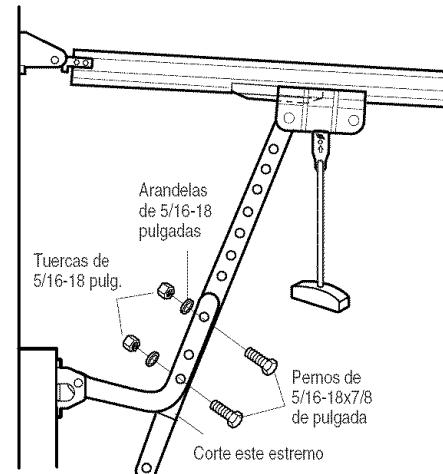

Figura 3
- Figura 3, Opciones para alinear los orificios:**